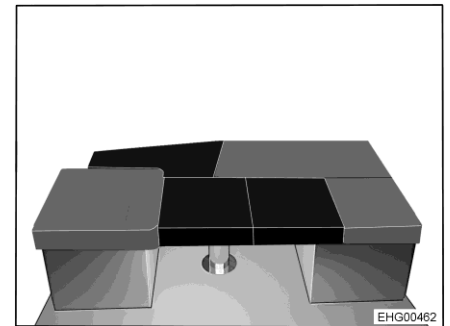

Bild 163 Efter ombyggnaden
- Placera de 2 extra dynorna tvärs över bordet (se Bild 163).
- Placera den trekantiga extra dynan mellan sidosätet och L-sittbänken på sängbreddningen (se Bild 163).